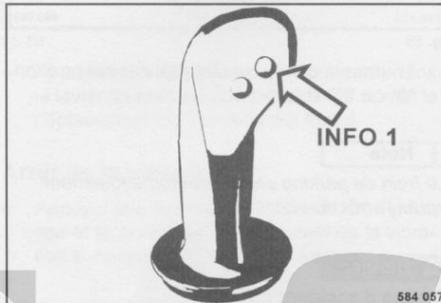

fig. 57
- Appuyer sur la touche Info 1 (fig. 57) (au dos du levier de commande de la marche).